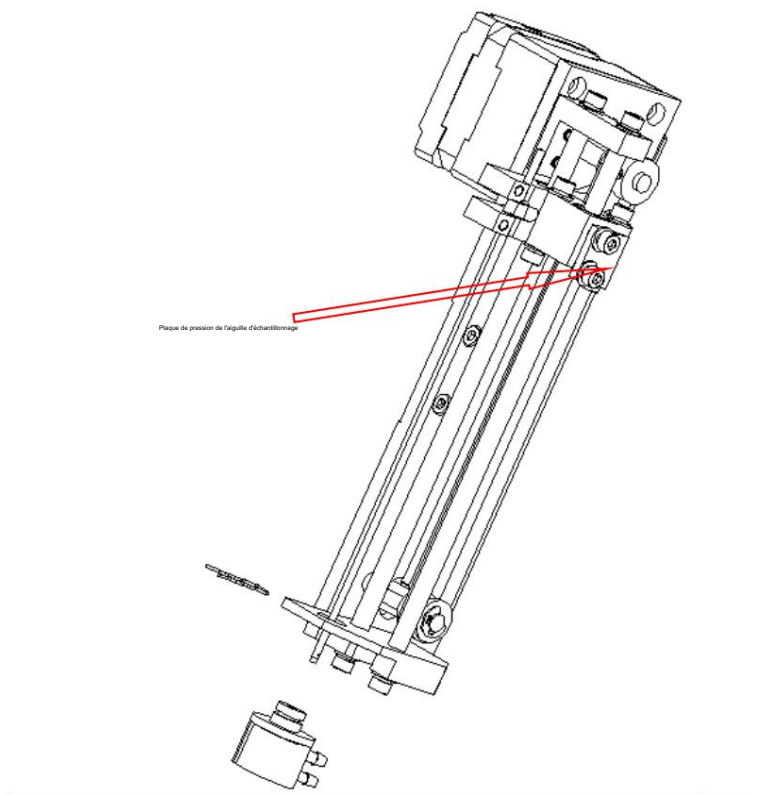

Figure 9-17 Schéma de répartition des composants de l'ensemble d'aiguille d'échantillonnage
- Démontage de l'aiguille de prélèvement. Comme illustré à la figure 9-17, retirez le dispositif de nettoyage, desserrez la pince de l'aiguille de prélèvement, puis retirez l'aiguille en la tournant vers la droite.